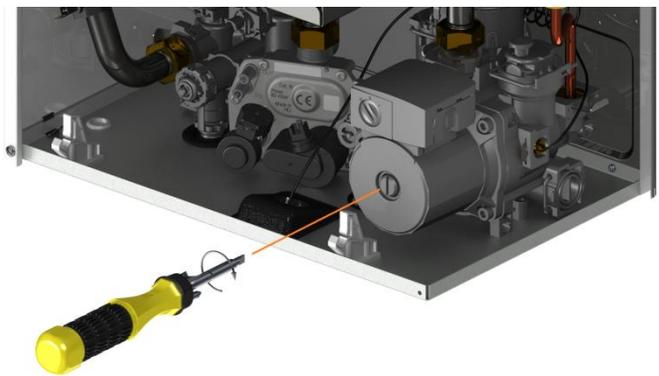

Рис. 6 Проверка циркуляционного насоса
- При давлении свыше 2 бар открыть клапан дренажный, совмещенный с клапаном предохранительным (23), см. п. 12.1 на стр. 18, понизив давление до 1,5 бар. При давлении ниже 1 бар – открыть кран подпитки контура отопления (24) и закрыть кран при достижении давления от 1 до 1,5 бар;
- не заблокирован ли насос. Для этого при помощи отвёртки открутите заглушку насоса и совершите вращательные движения его вала несколько раз в разные стороны (см. рисунок 6). Затем плотно закрутите заглушку. При выполнении данной операции возможны протечки теплоносителя из насоса, после установки заглушки необходимо удалить остатки теплоносителя с компонентов котла (протереть);